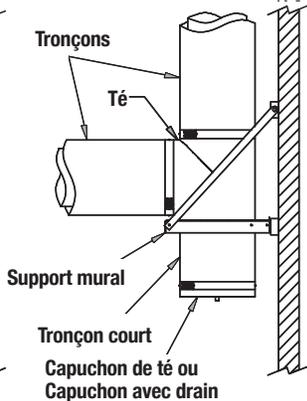

Figure 10 - Té supporté par la base
- S'il est impossible de suspendre le té, il peut être supporté à la base (voir **Figure 10**). Quand cela s'avère nécessaire, un tronçon court peut être installé entre le té et le capuchon du té ou du drain afin de faciliter l'inspection et le nettoyage.